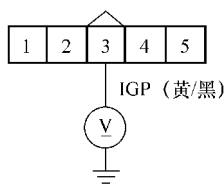

图 5-88 测量 MAF 传感器 3 号端子电压
3) 将点火开关旋至锁定 (0) 位置。
5) 打开点火开关至 ON (II) 位置。
6) 如图 5-88 所示, 测量 MAF 传感器/IAT 传感器 5 芯插头 3 号端子与车身搭铁之间是否为蓄电池电压?